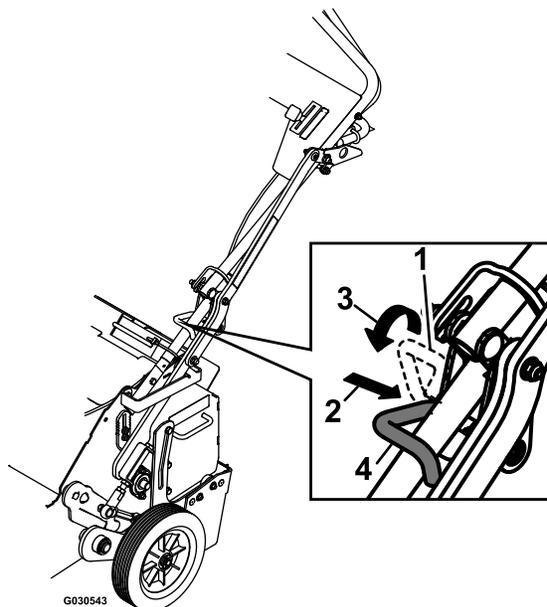

Рисунок 19
3. Попробуйте зафиксировать транспортную защелку на нижнем рычаге; см. Рисунок 19.